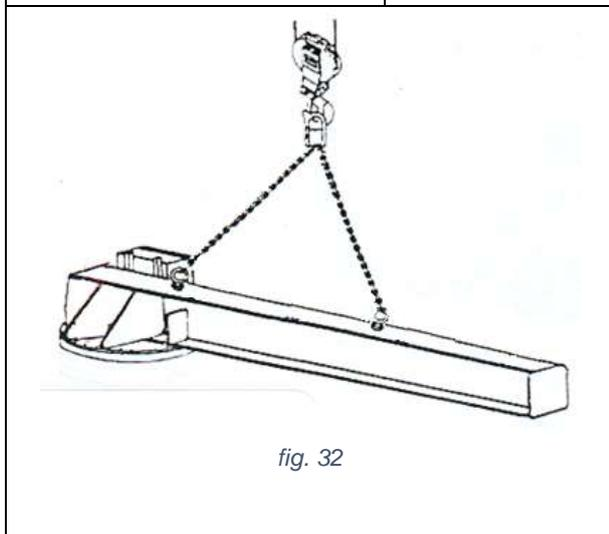

fig. 32
5. Élinguer la flèche aux points préfixés (fig. 32) et le soulever avec les moyens appropriés, c'est-à-dire un pont roulant ou une grue mobile et les élingues correspondantes de capacité et de caractéristiques appropriées par rapport à la masse à manutentionner, en veillant à maintenir la poutre coulissante horizontale par rapport au sol.